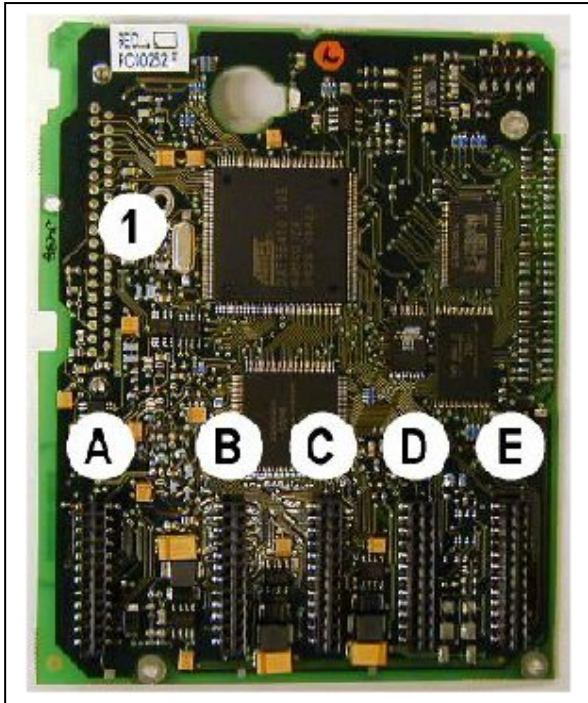

Figura 6-7. tarjeta de control
La unidad de control del inversor consiste en una tarjeta de control y tarjetas de opciones (véase Figura 6-7 y la Figura 6-20) conectadas a los cinco conectores de ranura (A a E) de la tarjeta de control. La tarjeta de control está conectada a la unidad de potencia mediante un conector D (1).